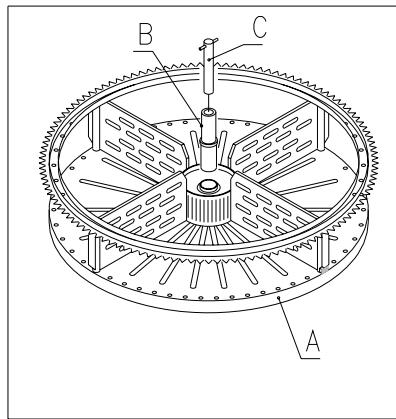

FIG. 8
- L'ultimo disco superiore pos. A FIG. 8 è dotato di una bussola pos. B FIG. 8 e del perno C FIG. 8 per il bloccaggio dell'intera colonna. E' importante durante il rimontaggio della colonna, posizionare correttamente il particolare C e infine posizionare il disco pos. A come ultimo dei dieci.